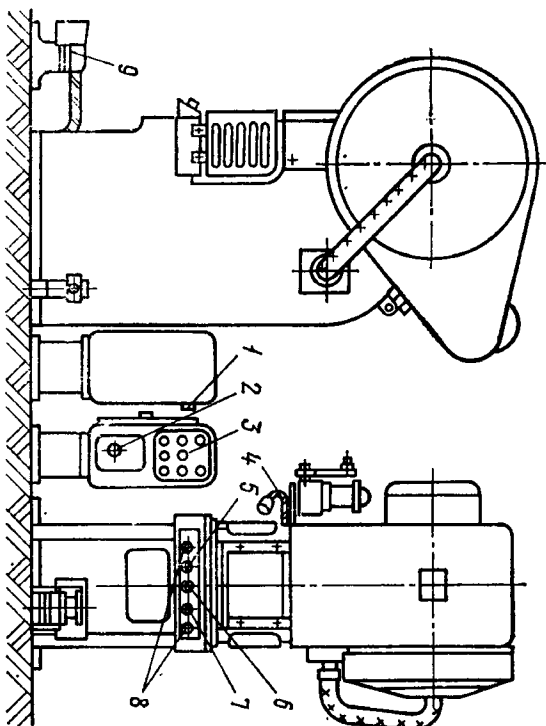

Рис. 1. Общий вид и расположение органов управления прессов KL2120 и KL2122:
- Bild 1. Gesamtansicht der Pressen KL2120, KL2122 und Anordnung der Bedienelemente: